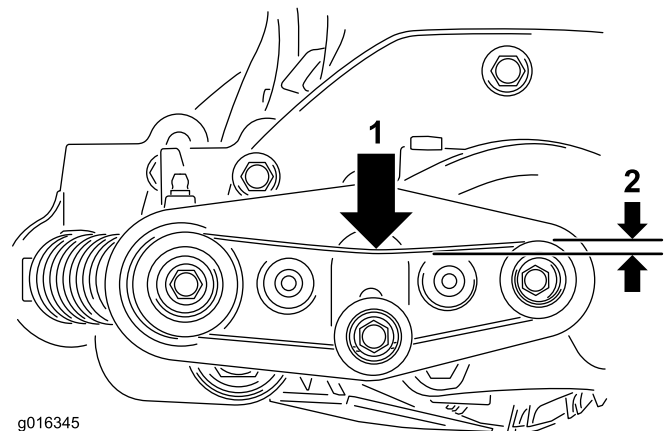

Figura 22
12. Compruebe la tensión de la correa de transmisión del cepillo. La correa debe desviarse unos 6 mm en el centro de la correa al aplicar una fuerza de 1 kg; ver Figura 22.